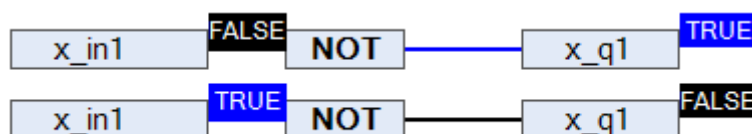

Рисунок 2.14 – Логическое «НЕ»
**Логическое «НЕ».** Логическое «НЕ» представлено элементом «NOT». В своей структуре имеет один вход и один выход (рис. 2.14). Логика работы элемента представлена в таблице 2.4.